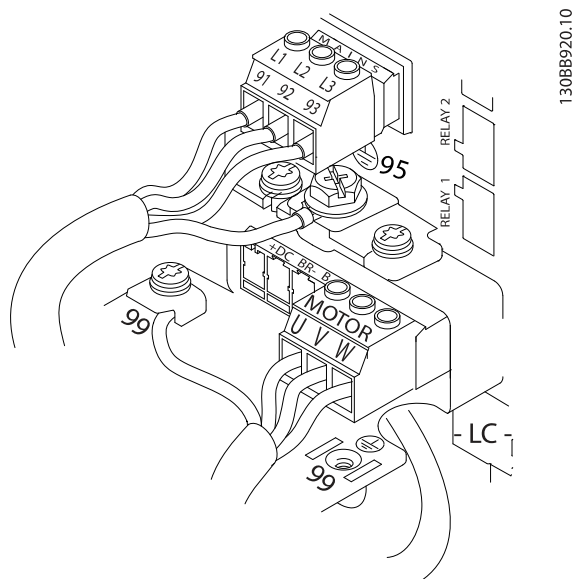

Ilustración 2.7 Ejemplo de cableado de motor, red y toma de tierra
La Ilustración 2.7 representa la entrada de red, motor y toma de tierra para convertidores de frecuencia básicos. Las configuraciones actuales pueden variar según los tipos de unidades y el equipo opcional.
- Conecte el cableado de potencia de entrada de CA trifásica a los terminales L1, L2 y L3 (consulte la Ilustración 2.7).